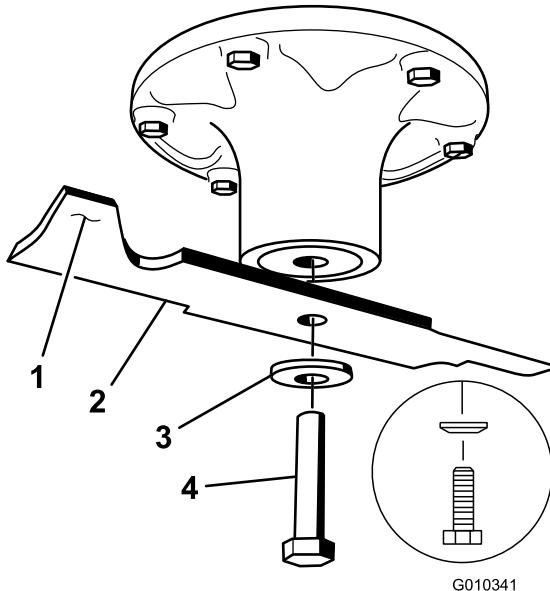
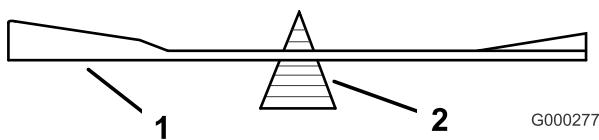

Figura 66
Figura 68
Sujete el extremo de la cuchilla usando un trapo o un guante grueso. Retire del eje el perno de la cuchilla, la arandela curva y la cuchilla (Figura 66).
2. Verifique el equilibrio de la cuchilla colocándola sobre un equilibrador de cuchillas (Figura 68). Si la cuchilla se mantiene horizontal, está equilibrada y puede utilizarse. Si la cuchilla no está equilibrada, rebaje algo el metal en la parte de la vela solamente (Figura 66). Repita este procedimiento hasta que la cuchilla esté equilibrada.
- Instale la cuchilla en el eje (Figura 66).
- Instale la arandela de muelle y el perno de la cuchilla. El cono de la arandela de muelle debe estar orientado hacia la cabeza del perno (Figura 66). Apriete el perno de la cuchilla a 135-150 Nm.